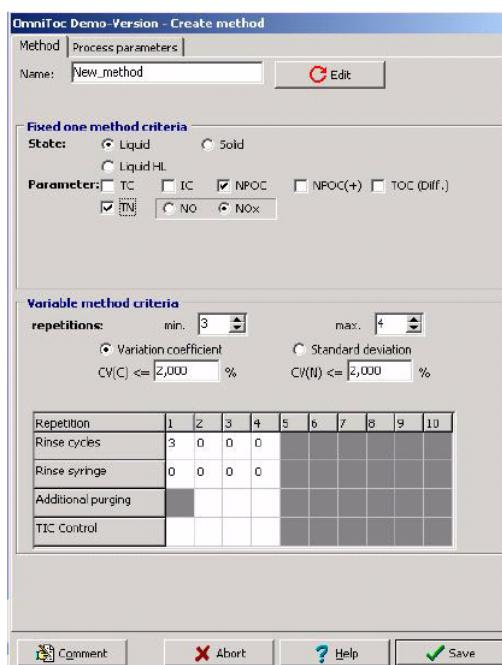

图34 Create Method (创建方法) 窗口——Method (方法) 选项卡
5. 在**Method** (方法) 选项卡下 (图34), 输入新方法的名称。